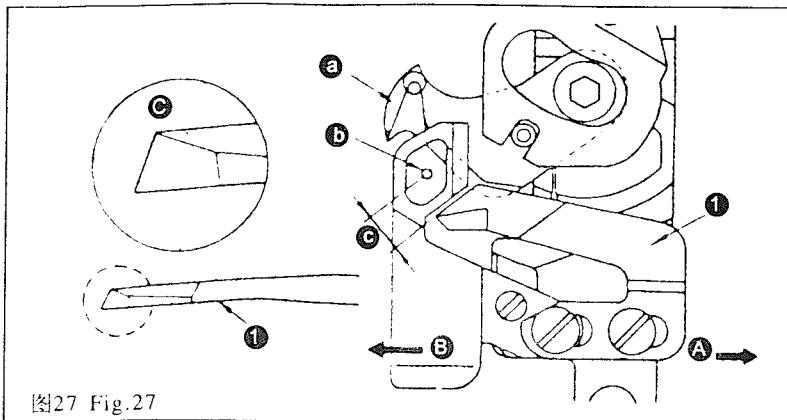

图27 Fig.27
21. 定刀装置(图27)
21. COUNTER KNIFE (Fig. 27)